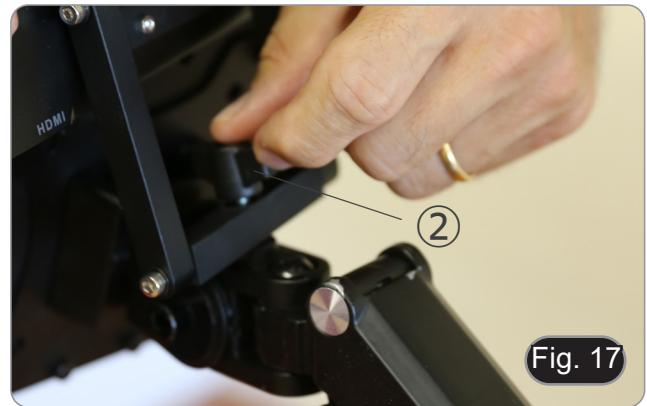

Fig. 17
12. Insira o botão fornecido ② no suporte do monitor e, em seguida, aparafuse-o no orifício rosado do braço horizontal. (Fig. 17)